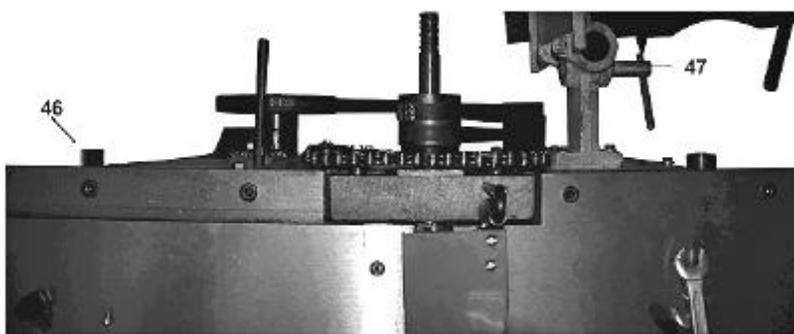

Рис. 7
- Ручкой (47) (Рис.7) и винтом фиксации кронштейна (46) (Рис.7) ослабьте фиксацию положения распиловочного стола (39) (Рис. 3). Распиловочный стол (39) (Рис. 3) демонтируйте.
- Высота установки рабочей поверхности распиловочного стола (39) (Рис. 3, 13) относительно верхней точки пильного диска (7) (Рис. 2, 10) или насадной фрезы (63) (Рис. 11) позиционируется регулировочным винтом (29) (Рис. 3, 13) и положением кронштейна (46) (Рис. 7).